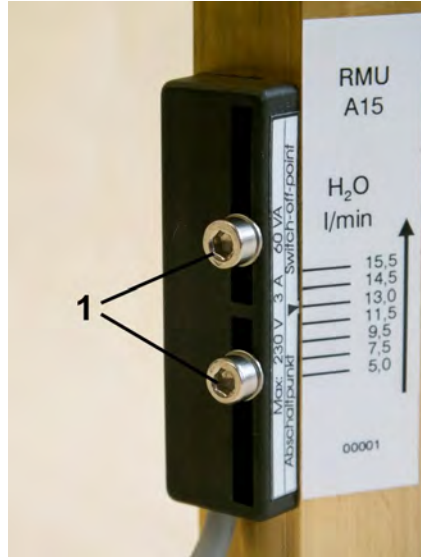

Abb. 23: Feststellschrauben lösen (Beispielskala)
1. Die Feststellschrauben des Schaltkontaktes (Abb. 23/1) mit einem Sechskant-Schraubendreher lösen.
3. Feststellschrauben des Schaltkontaktes (Abb. 23/1) mit einem Sechskant-Schraubendreher wieder anziehen. Dabei Schrauben-Anziedrehmoment beachten.